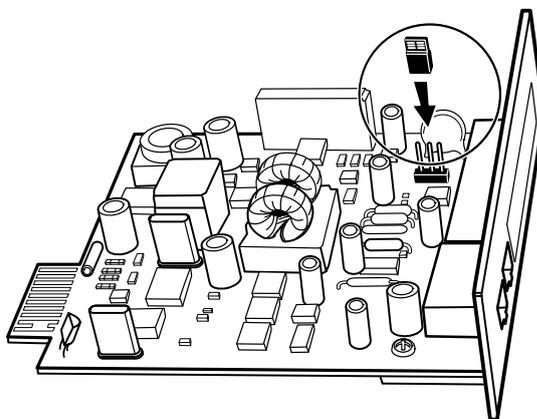

Abbildung 39. Setzen der CAN-Bridge-Karte-Brücke J7 (Ansicht von der Seite)
6. Die Brücke auf der Powerware HotSync-CAN-Bridge-Karte einsetzen, wie in Abbildung 39 dargestellt: